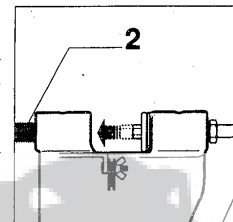

Abbildung 5
Zur Ersetzung eines verschlissenen oder beschädigten Nietkegels den Handgriff (2) (Abbildung 5) lösen. Nun kann der Nietkegel herausgenommen werden.